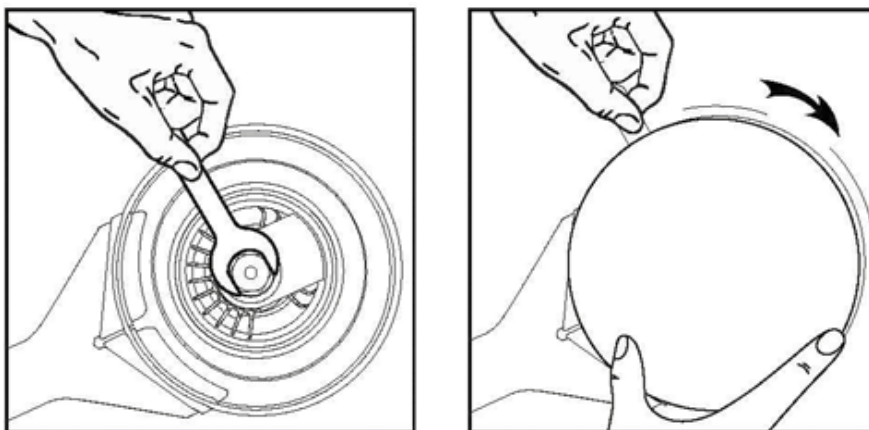

Fig. 5
2. Pour retirer le disque, insérer la clé à plat entre le disque et le carénage. Fixer la broche avec la clé plate et dévisser le disque (Fig. 5).